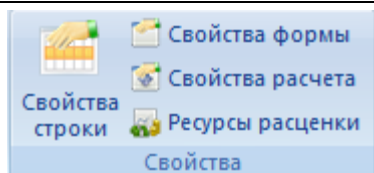

Рис. 1.14 Группа настроек Свойства
- Выполнить любую из команд группы настроек Свойства, расположенных на вкладке **Главная** (рис. 1.14);